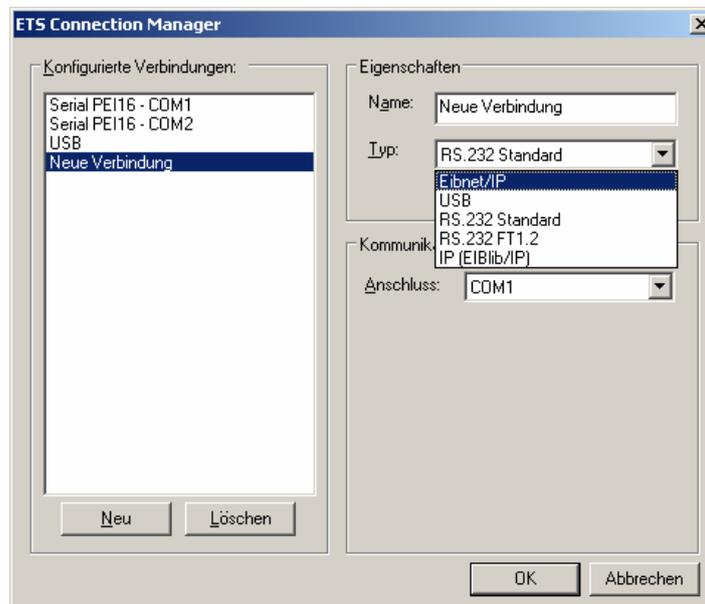

Bild 6: Neue Verbindung als EIBnet/IP anlegen
- Eine neue Verbindung anlegen. Dazu die Schaltfläche "Neu" betätigen. Der neuen Verbindung einen eindeutigen Namen vergeben. Als Typ "Eibnet/IP" auswählen (vgl. Bild 6). Im Anschluss sucht die ETS3 automatisch im IP-Datennetz nach verfügbaren IP-Kommunikationsgeräten.